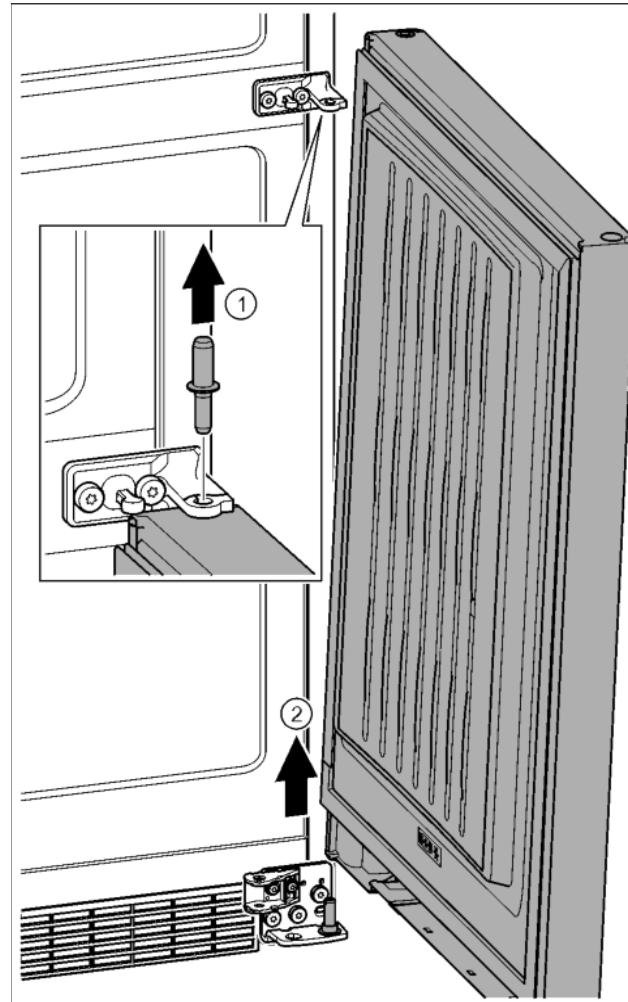

Fig. 27
- Извлечь пальцы движением вверх. *Fig. 27 (1)*
- Отклонить дверь, приподнять вверх и отставить в сторону. *Fig. 27 (2)*